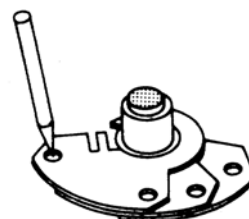

Bild 3.4.2.2 a: Nockenscheibe, bestehend aus 3 Fächerscheiben
- Stellantrieb in die gewünschte Schaltstellung fahren, dabei Drehrichtung der einzustellenden Nockenscheibe (Bild 3.4.2.2 c) merken!
- Rändelmutter 3 lösen (Bild 3.4.2.2 c), Begrenzungsmutter 4 darf nicht verstellt werden.